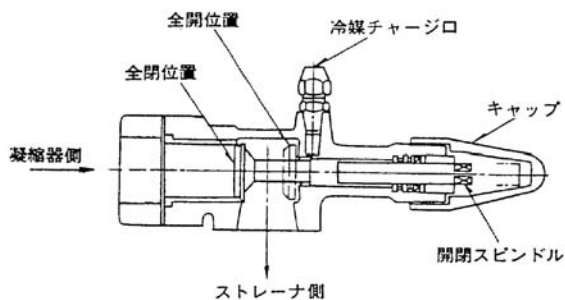

図 13-1. 液出口止弁
- (b) 液出口止弁のハンドルを反時計方向に一杯に回し、バックシートを効かせます。次にフレアナットおよび盲蓋を外します。(図 13-1)